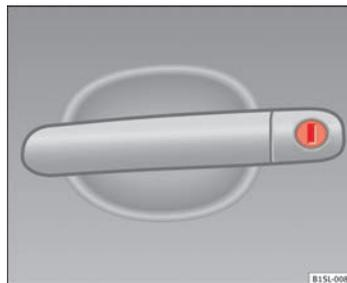

Fig. 127 Maniglia della porta del conducente con cilindretto di serratura
- Introdurre la mappa della chiave nella serratura e sbloccare o bloccare il veicolo ⇒ fig. 127. ■